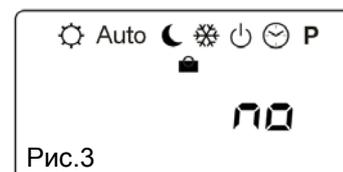

Рис.3
Нажмите несколько раз на (◀) и (▶) пока на экране не начнет мигать символ чемодана вместе с надписью «no» (Рис.3). Затем введите при помощи (+) и (-) количество часов (H) от 1 до 24 или количество дней (d) от 1 до 95.